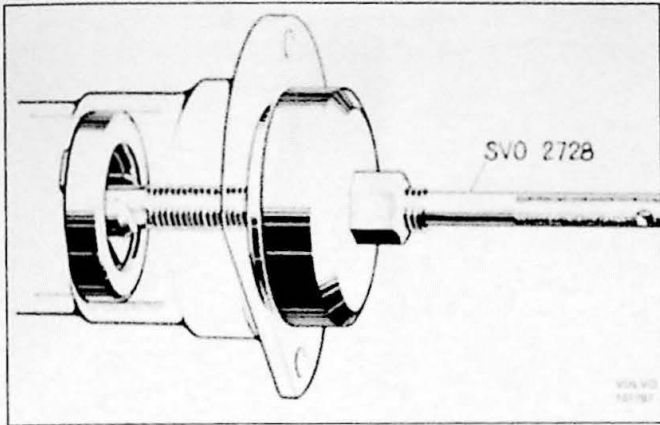

Fig. 9.7. Montage van de flens. 1. perswerktuig SVO 1845
4. Pers de flens erop met behulp van perswerktuig SVO 1845 (Fig. 9.7). Monteer ring en moer. Draai de moer aan met 28-30 kgm.